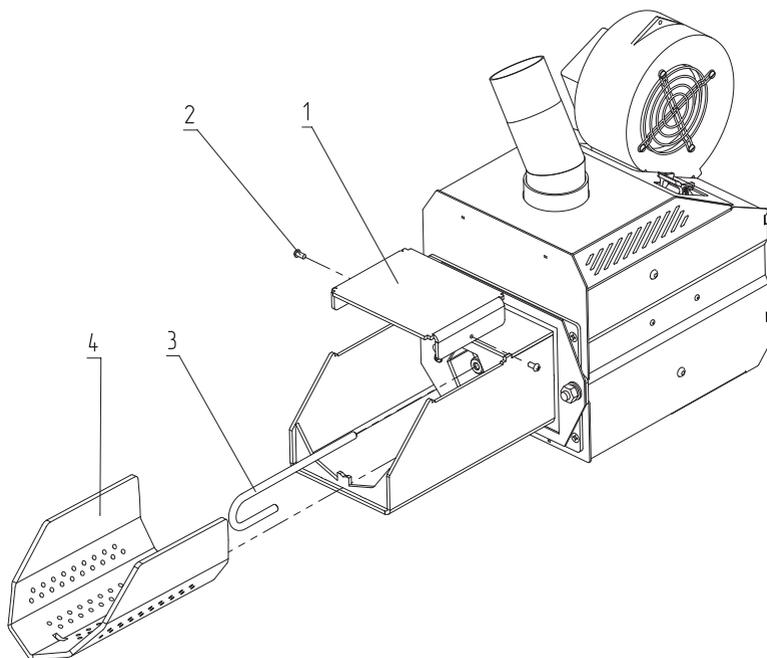

Рис.8 Порядок сборки горелки
- Установите съёмную чашу топки (**Рис.8, поз.4**) в лоток горелки;
- Закрутите шуровку (**Рис.8, поз.3**), как показано на **Рис.8**;
- После установки пеллетной горелки на котёл, установите съёмный отбойник (**Рис.8, поз.1**);
- Закрепите отбойник фиксирующими винтами (**Рис.8, поз.2**).